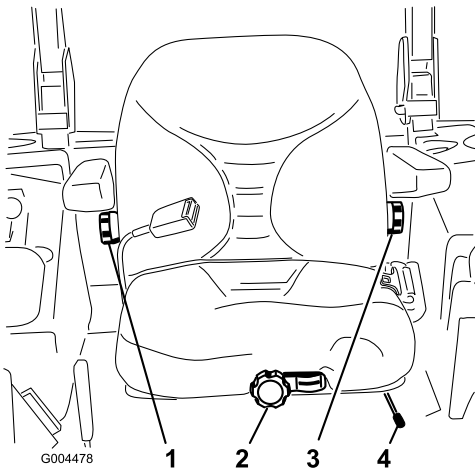

Bild 32
1. Wenn Sie den Sitz verstellen möchten, bewegen Sie den Hebel zum Entriegeln des Sitzes zur Seite (Bild 32).
Setzen Sie sich nicht auf den Sitz und drehen Sie das Handrad zum Verstellen an der Vorderseite solange, bis der gewünschte Komfort erreicht ist (Bild 32).
Drehen Sie zum Verstellen das Handrad unter der rechten Armlehne solange in eine Richtung, bis der gewünschte Komfort erreicht ist (Bild 32).
Drehen Sie zum Verstellen das Handrad unter der linken Armlehne solange in eine Richtung, bis der gewünschte Komfort erreicht ist (Bild 32).